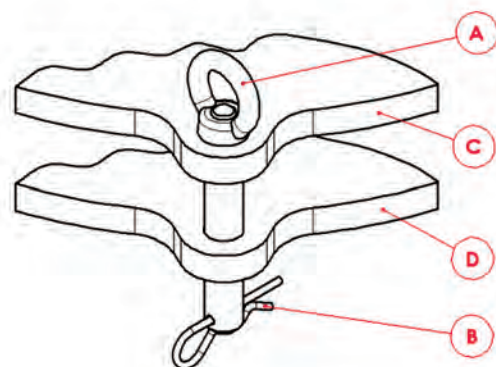

Рис. 4.7.2
Зафиксируйте палец шплинтом (B) (Рис. 4.7.2).